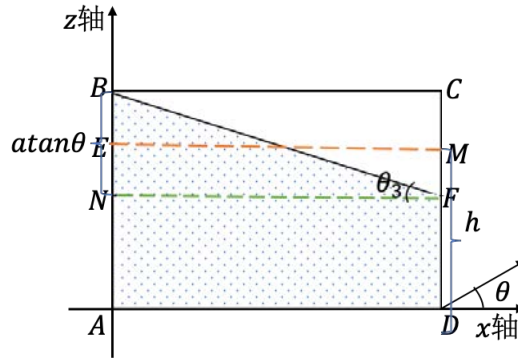

图 4: 油面形状由梯形转入五边形临界点示意图
(2) 油的体积大于油箱体积的一半时, 即  $h_k(t) > \frac{c_k}{2}$ , 油面只会呈现梯形或五边形形状。
**情况三:** 当倾斜角度 $\theta$ 较小的时候, 飞行器只会轻微倾斜, 此时油面呈梯形形状。当倾斜角度 $\theta$ 增大到 $\theta_3$ , 油面之后变成五边形形状, 如图 4 所示。